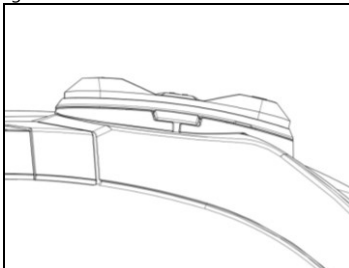

Fig. 21
- Acoplar el teclado al casco hasta accionar los ganchos en sus respectivos alojamientos (Fig. 21).